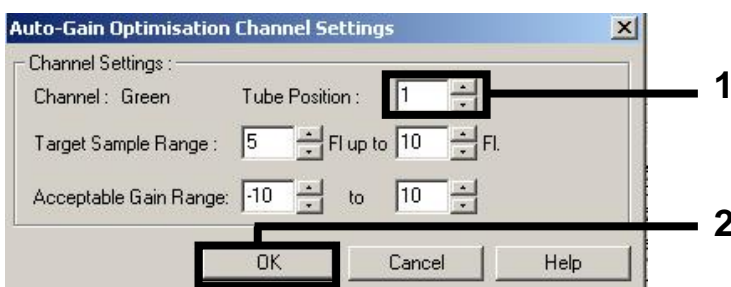

Figura 2. Definição da posição do tubo.
2. Defina a posição do tubo para o primeiro ensaio *artus* (por exemplo, VEB). Defina a posição do tubo para todos os canais de fluorescência e clique em "OK" (Figura 2).